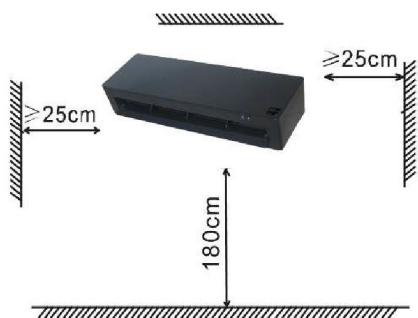

FIGURA 1
1. Predisporre uno spazio per installare l'apparecchio (figura 1).